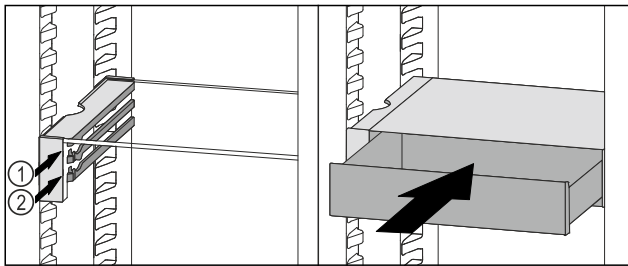

Fig. 106
- Aseta VarioSafe-vetolaatikko rajoittimien taakse halutulle kannattimelle Fig. 106 (1) tai Fig. 106 (2).